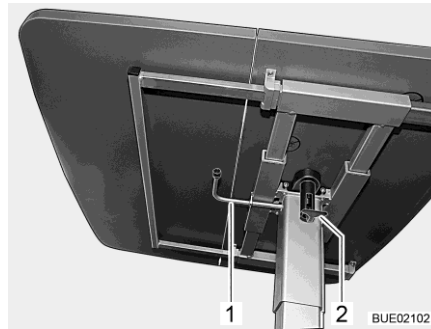

Bild 125 Hubtisch
- Den Verriegelungshebel (Bild 125,2) nach unten klappen.
- Den Hebel (Bild 125,1) unter der Tischplatte um 180° im Uhrzeigersinn schwenken. Der Hubmechanismus im Tischfuß wird entriegelt.
- Den Hebel (Bild 125,1) unter der Tischplatte um 180° im Uhrzeigersinn schwenken. Die Tischplatte fährt selbsttätig bis zum Endanschlag nach oben.